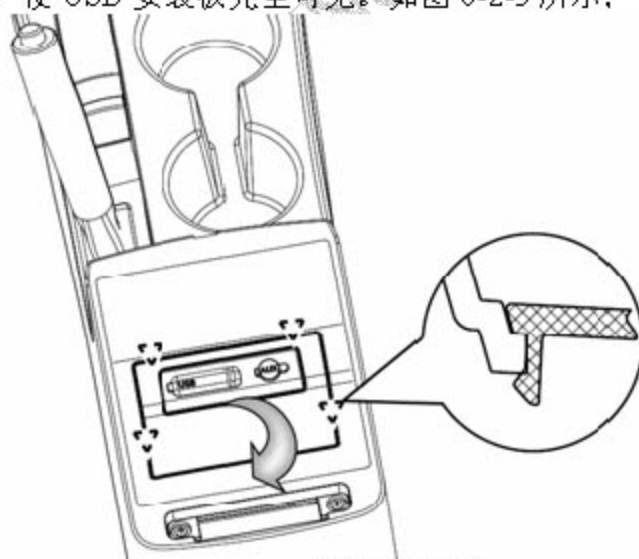

图 6-2-6 USB 安装板的拆卸 b
B).用一字螺丝刀沿 USB 安装板与副仪表板本体配合处小心撬起安装板，直至将全部配合卡脚全部松开，向后翻转取下 USB 安装板。如图 6-2-6 所示；